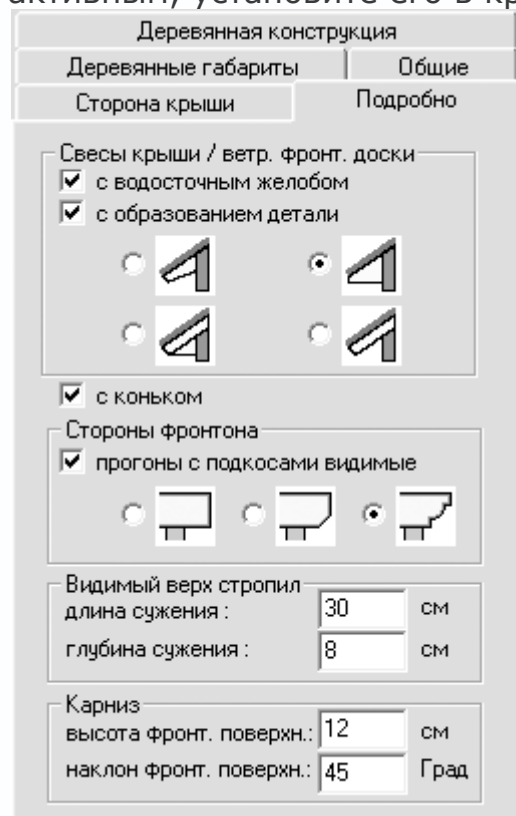

Рис. 1.100. Настройки, выполненные на вкладке Подробно
6. Откройте вкладку Подробно. Переключатель в области Свесы крыши/ветр. фронт. доски установите в правое верхнее положение, а в области Стороны фронтона установите флажок Прогоны с подкосами видимые. Когда переключатель области Стороны фронтона станет активным, установите его в крайнее правое положение (рис. 1.100).